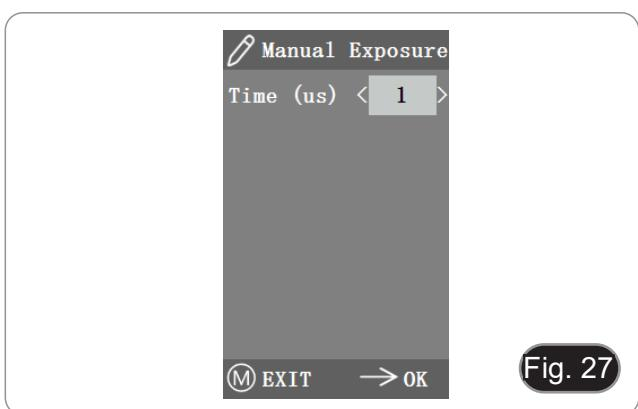

Fig. 27
- In esposizione manuale, è possibile anche regolare l'esposizione regolando il valore di "tempo di esposizione". (Fig. 27)